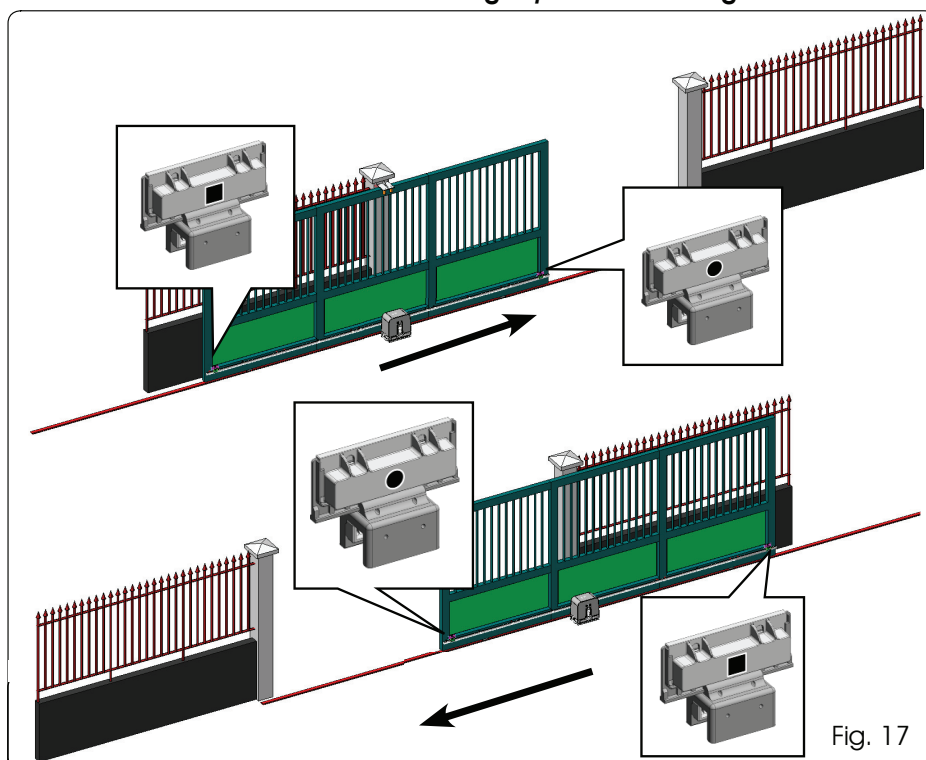

Fig. 17
1. Breng de poort handmatig in de **geopende** positie tot op 40 mm vanaf de mechanische eindaanslag (zie fig. 17).
(ZIE FIG. 17)